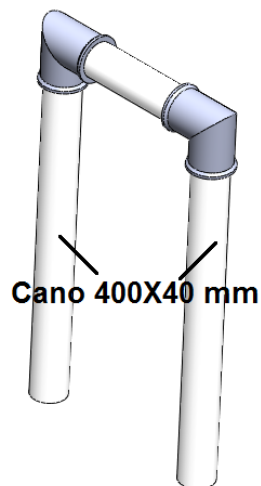

Figura 13. Montagem dos módulos – Módulo 3 – Passo 2
- Passo 2: Junte os canos de 400X40 mm nas 2 conexões “Joelho 40 mm” do conjunto montado no passo 1, como mostrado na figura 13 (1 unidade);